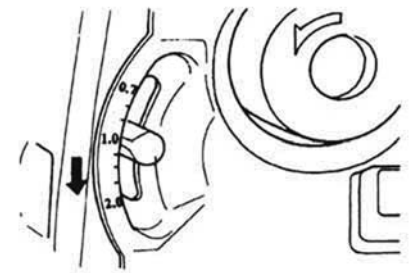

Fig. 44
- Mettez le levier d'alimentation différentielle ❹ sur une valeur supérieure à 1,0 (Fig. 44). Le réglage exact dépend du tissu à travailler et du degré de fronçage souhaité.